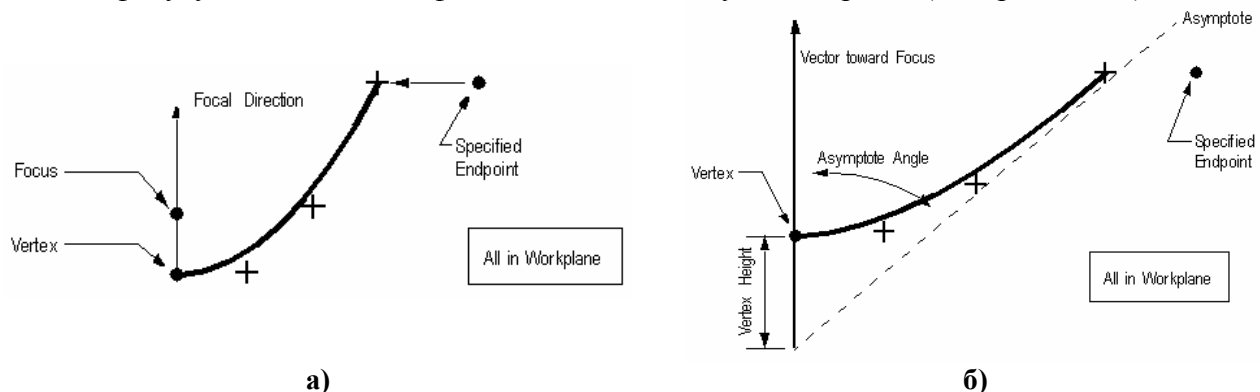

Рис.2.11. Сплайнові криві у вигляді: а) – параболи; б) – гіперболи
- у вигляді параболи (**Parabola...**): задаються координати вершини (**Vertex**) кривої, потім – фокусу, потім – „специфічної” точки поблизу кінця кривої (див. рис.2.11-а);
- у вигляді гіперболи (**Hyperbola...**): задаються координати вершини (**Vertex**) кривої, потім – напрям вектору від вершини до фокусу (**Vector toward Focus**), потім – висоту вершини (**Vertex Height**) та кут асимптотичної лінії (**Asymptote Angle**), потім – „специфічної” точки поблизу кінця кривої (див. рис.2.11-б);